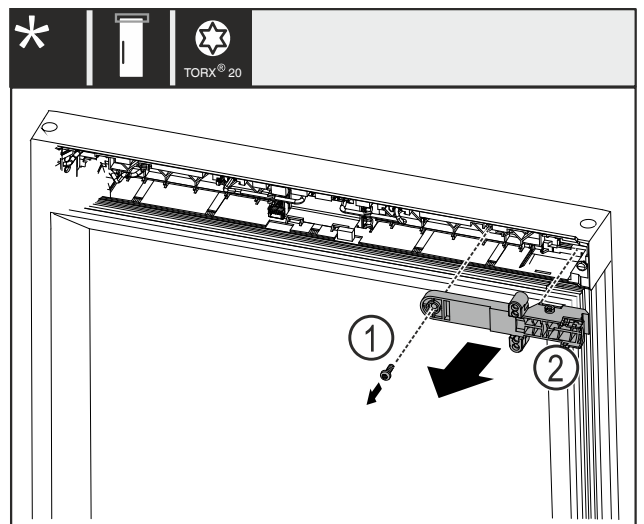

Fig. 25
- Schraube Fig. 25 (1) entfernen.
- Schloss-Halteteil Fig. 25 (2) abnehmen.